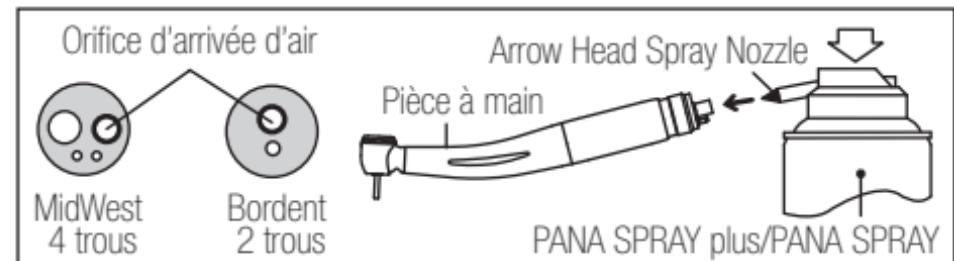

Fig. 7
- 1) Insérez l'embout à tête biseautée du spray dans le raccord prévu à cet effet. (Fig. 7)